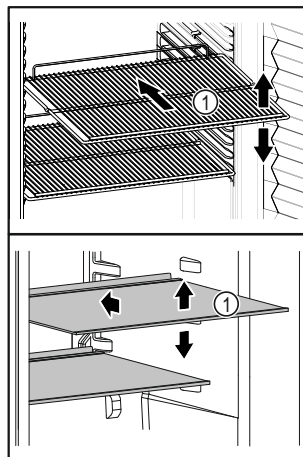

Fig. 67 Примерное изображение
- ❑ Если полки для хранения Fig. 67 (1) можно переставлять, отрегулируйте высоту их установки.